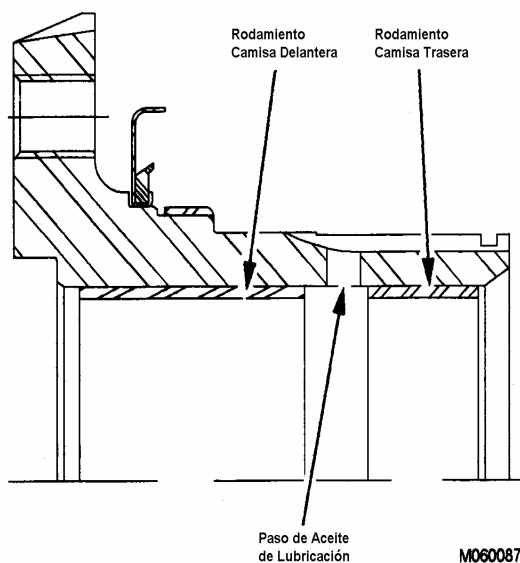

FIGURA 7-40
3. Usando la herramienta (A), presione el rodamiento delantero (largo) de la camisa (44) en el cubo de montaje del ventilador hasta que haga contacto con la cubierta del cubo. Asegúrese de instalar el rodamiento correcto. Hay dos rodamientos de camisa, y cada uno se debe instalar en el área apropiada del cubo para asegurarse que el paso de lubricante no está restringido. Consulte la Figura 7-40.